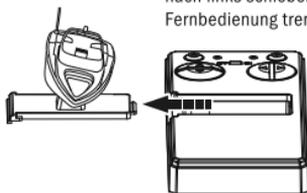

Abb. 2
2. Anschließend die Abdeckung des Ladekabels mit dem Boot nach links schieben und von der Fernbedienung trennen (Abb. 2).
2. Then slide the charger cover to the left together with the boat to separate it from the transmitter (fig. 2).